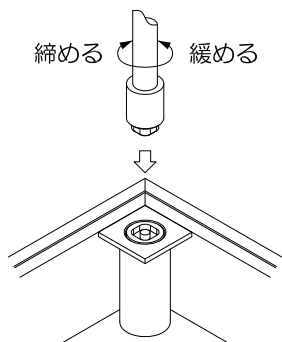

図1
- ・外枠に溶接されているアンカーを、ペンチで折り曲げ水平にしてください。(図1)
- 2、専用鍵ハンドルで4隅のボルトを反時計方向に回して緩めます（図1）
- 4、専用鍵ハンドルで4隅のボルトを時計方向に回して締め付けます。（図1）